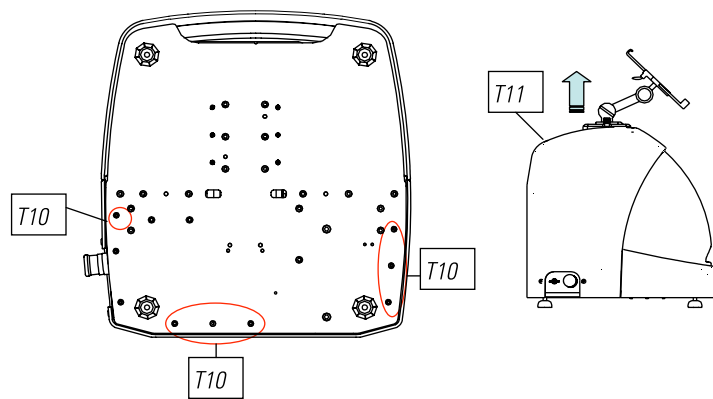

FIG. 28
- 3) Soltar 7 tornillos (T10) con una llave allen de 3.(Fig.28)